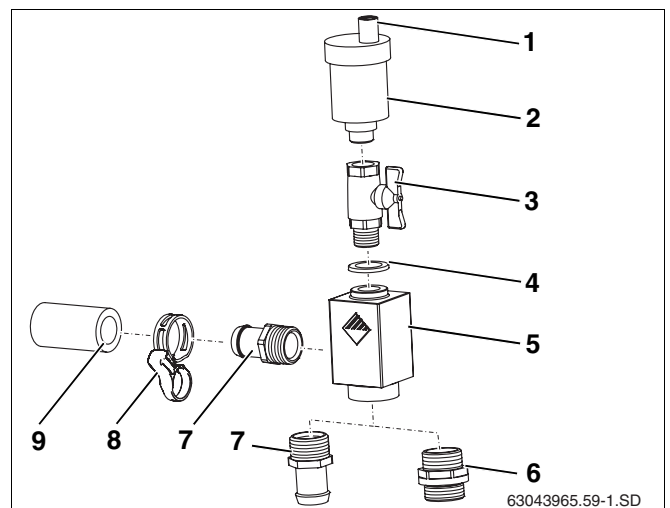

Fig. 58 Conjunto de purga universal
A instalação solar é purgada através do parafuso sem cabeça aberto. Quando está em funcionamento e para não entrar humidade na instalação solar devido ao parafuso sem cabeça aberto, a tampa protectora (fig. 58, **item 1**) deve sempre estar colocada sobre o parafuso sem cabeça.
Fornecimento do conjunto de purga universal (fig. 58):